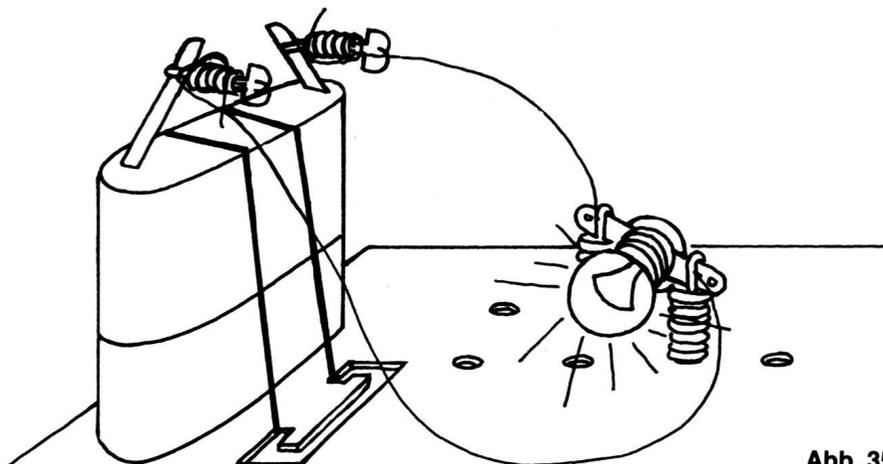

Abb. 35
*Du hast bestimmt schnell herausgefunden, daß die Lampe nur leuchtet, wenn jeder Batteriepol mit einem Kontaktstift der Lampenfassung verbunden ist (Abb. 35).*